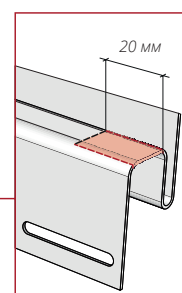

Рисунок 51.1
- 13.7** Отметьте от края околооконной планки расстояние 20 мм по центру ребер (рис. 51.1). Сделайте резы, используя ножницы.